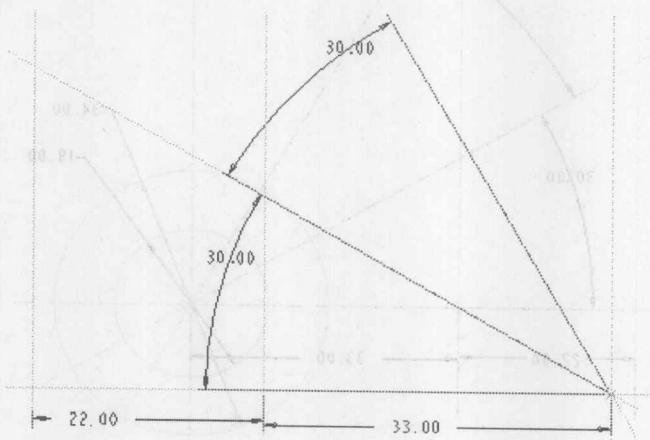

图 2-11
(1) 新建文件
① 在菜单栏中依次选择【文件】→【新建】命令，(或从常用工具栏中单击  按钮)。
② 出现【新建】对话框后，在“类型”选项组中，选择要创建的文件类型，接着在“名称”文本框中输入文件的名称为“caohui2”，然后单击  按钮。
(2) 绘制辅助线 在草绘工具箱上单击  按钮，在绘图区绘制如图 2-11 所示的中心线。